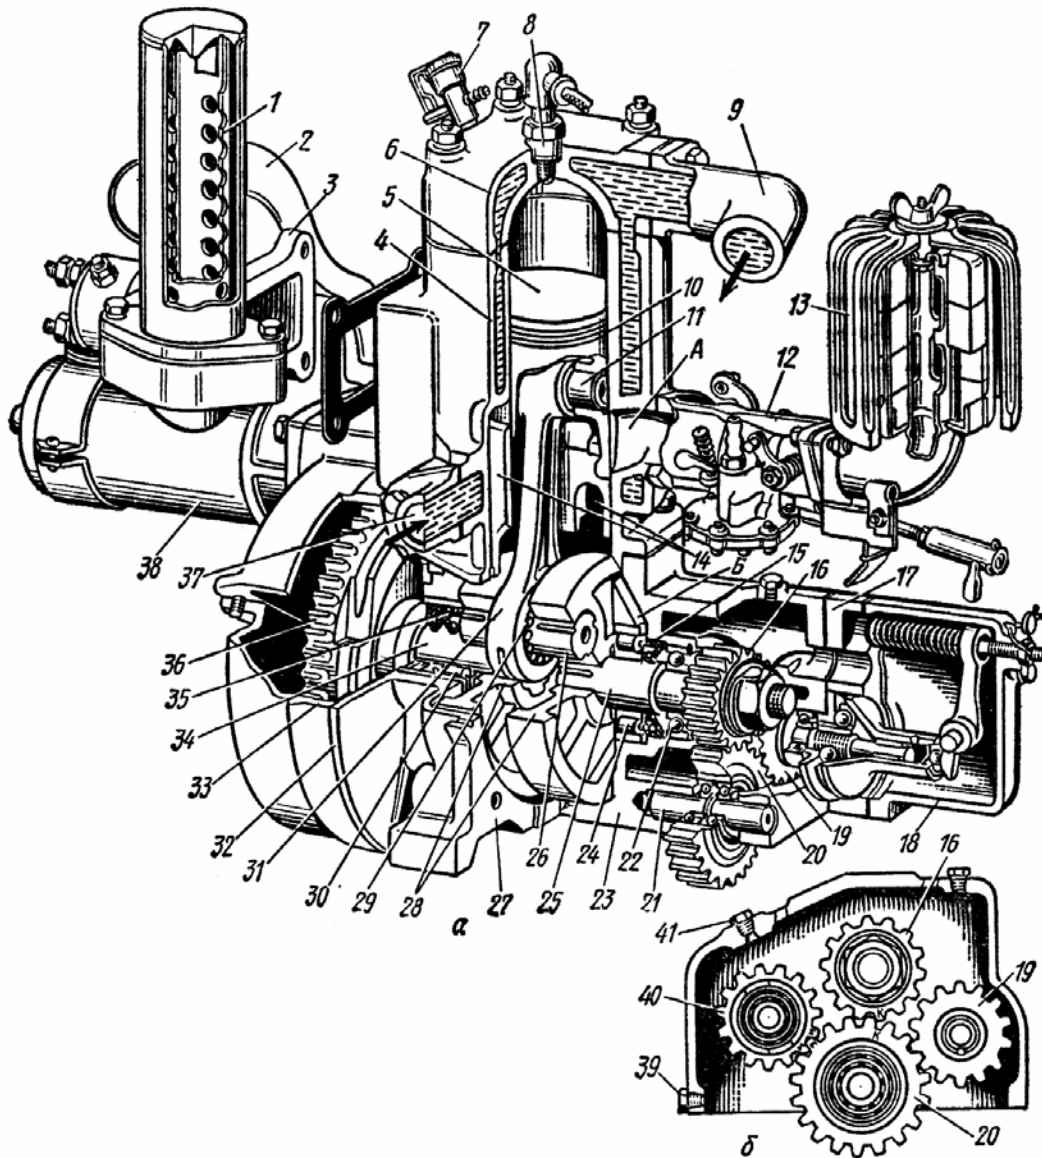

Рис. 3.1. Пусковой двигатель П-10УД (а) и схема расположения шестерен (б):
2. Изучите (по плакату и рис. 3.1) работу двухтактного карбюраторного пускового двигателя. При изучении одновременно рассматривайте процессы, происходящие как над поршнем (в цилиндре двигателя), так и под поршнем (в кривошипной камере). Найдите на плакате детали основных частей двигателя: